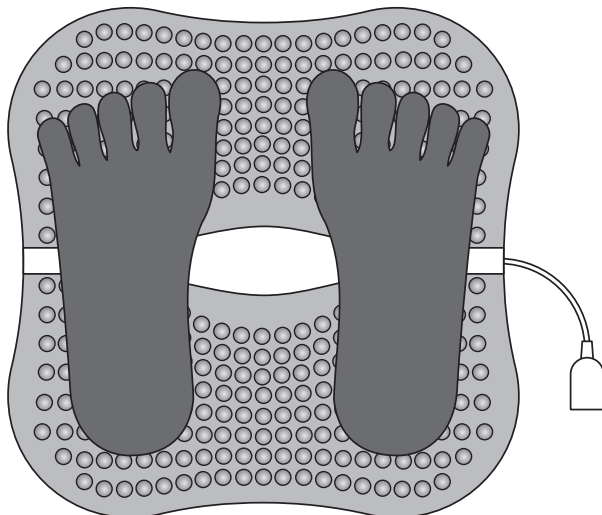

Рис. 4. Правильное расположение стоп на электроде
3.3. Поставьте голые ступни на электрод так, чтобы гладкая разделительная полоса располагалась примерно по середине стопы (рис. 4.). Перемещая ступни по поверхности электрода, найдите положение наиболее полного контакта с электродом.